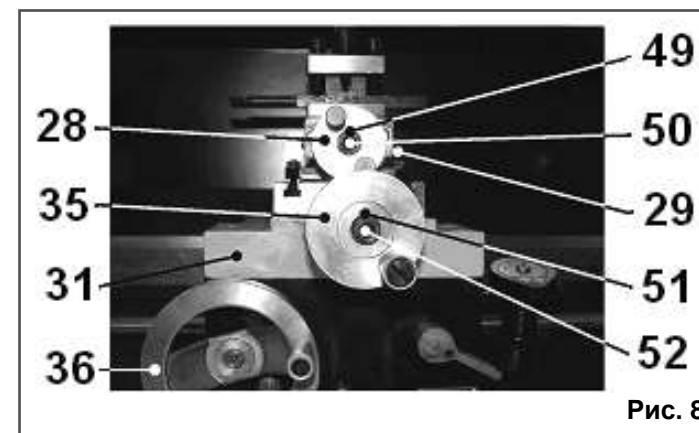

Рис. 8
9.4.2. Регулировка перемещения ходового винта поперечного суппорта (31), Рис. 8, выполняется так же, как регулировка перемещения ходового винта поворотного суппорта (29) (См. п. 9.4.1). Ослабьте фиксацию гайки (51) поворотом винта (52) против часовой стрелки. Враще-
щая гайку (51) по часовой стрелке, выберите люфт. Вращение маховика (35) подачи поперечного суппорта (31) должно быть свободным и плавным. Поворотом против часовой стрелки винта (52) зафиксируйте положение гайки (51), Рис. 8.